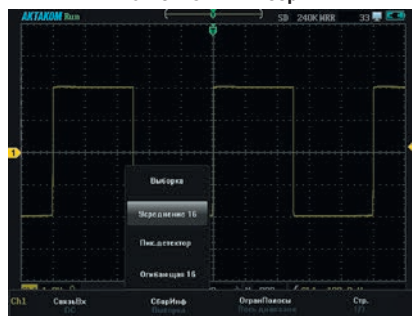

Рис. 14. Режим усреднения
- Режим усреднения. Можно выбрать усреднение по 2, 4, 8, 16, 32, 64, 128 или 256 регистрациям. Это удобный режим для снижения влияния шумов без сужения полосы пропускания прибора (рис. 14).